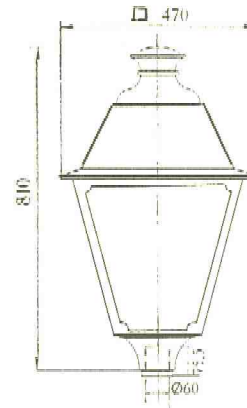

Рис.1
1.1. Светильники пенчающие серии РТУ08-125-002 У1 «Светлячок», РТУ08-125-004 У1 «Светлячок» (рис.1) с разрядными лампами высокого давления предназначены для функционально-декоративного освещения скверов, парков, бульваров.